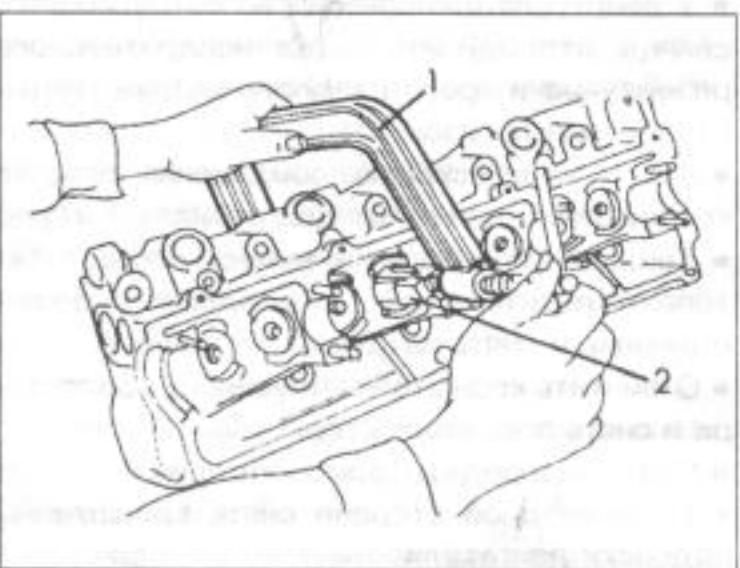

Рис. 41.
- Инструмент, предназначенный для снятия и установки клапанов, показан на рис. 41 и устанавливается на головке блока цилиндров, как показано на этом рисунке. Затянуть вороток инструмента до сжатия пружины, чтобы можно было вынуть сухари клапанов. Для снятия вентиляй можно применить кусок трубы, которая насаживается на верхнюю тарелку пружины. Тарелка клапана на другой стороне хорошо прижата. Молотком слегка ударить по трубе так, чтобы могли выпасть сухари клапана. Они падают внутрь трубы. Трубу нужно хорошо прижимать к тарелке пружины, чтобы сухари не потерялись.